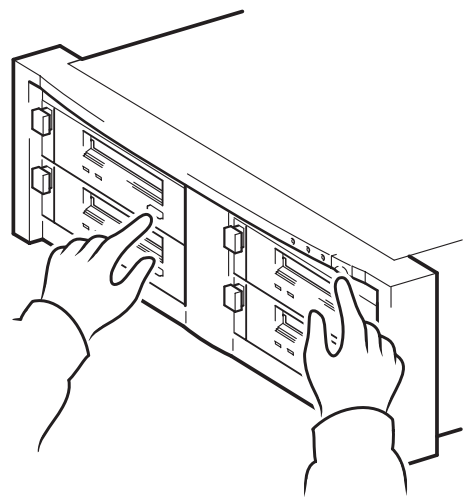

图 10b: hp obdr, 第 2 步
- 2 按住已经指定给 HP OBDR 的磁带机 Eject（弹出）按钮。按住弹出按钮，打开磁带机架和服务器的电源（见图 10b）。这会激活 HP One-Button Disaster Recovery 进程。前面板上的 Tape（磁带）灯和 Clean（清洁）灯交替闪烁时（OBDR 序列），请立即松开按钮。